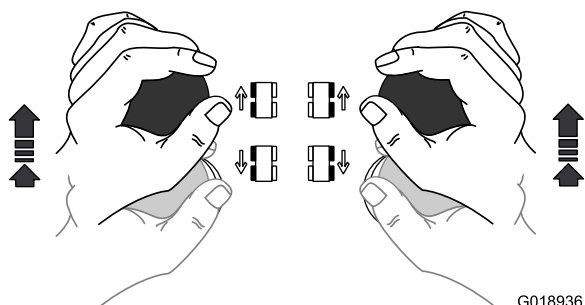

Figure 38
- Pour déplacer la machine en **marche avant**, saisissez les deux leviers de commande de déplacement et poussez-les en avant (Figure 38).